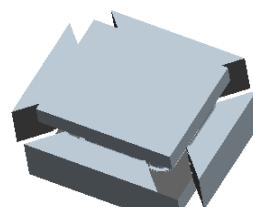

图 16.28 移动后的状态
Step3. 参考 Step2，移动其他三个滑块，结果如图 16.28 所示。